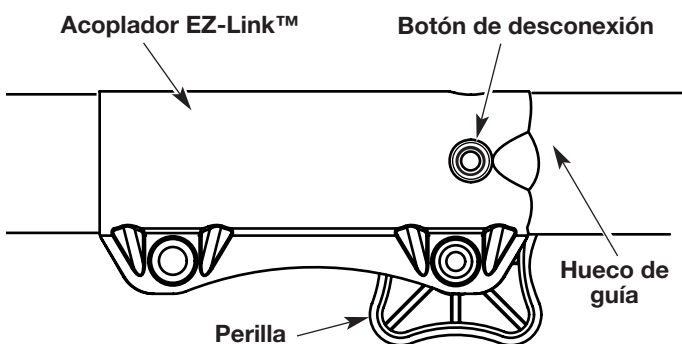

Fig. 23
2. Opima y sostenga el botón de desconexión (Fig. 23).
NOTA: La alineación del botón de desconexión con el hueco de guía facilitará la instalación (Fig. 23).